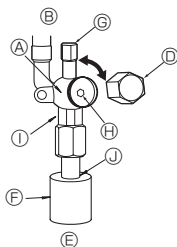

Fig. 4-5
(1) Gas/Flüssigkeit-Seite (Fig. 4-5)
- ① Entfernen Sie die Kappe und drehen Sie die Ventilstange mit einem 4 mm-Sechskantschlüssel bis zum Anschlag gegen den Uhrzeigersinn. Hören Sie auf zu drehen, wenn der Anschlag erreicht ist.